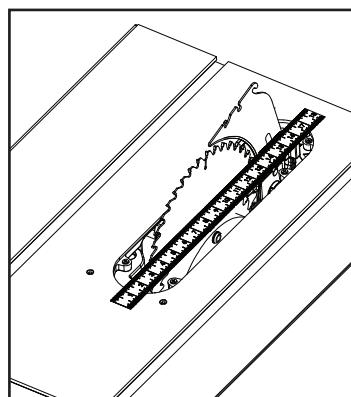

Figura 26
3. Con una regla de borde recto, alinee el separador con la estructura de la hoja, tal como se muestra en la Figura 26.